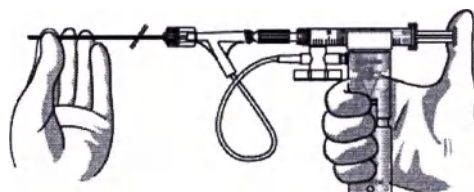

Рис.4
- Обхватите баллончик одной рукой как показано на рис. 4, и в то же время, другой рукой возьмите дистальный конец гибкого катетера.